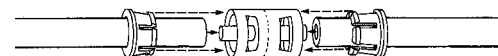

Figura 4-18. Inserimento delle estremità del tubo
6. Inserire le estremità del tubo nel connettore (**Figura 4-18**).